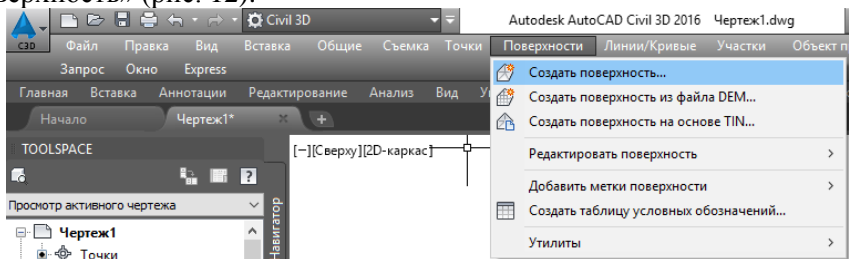

Рис. 12. Меню создания поверхности
1. В верхнем меню выбрать «Поверхности» → «Создать поверхность» (рис. 12).